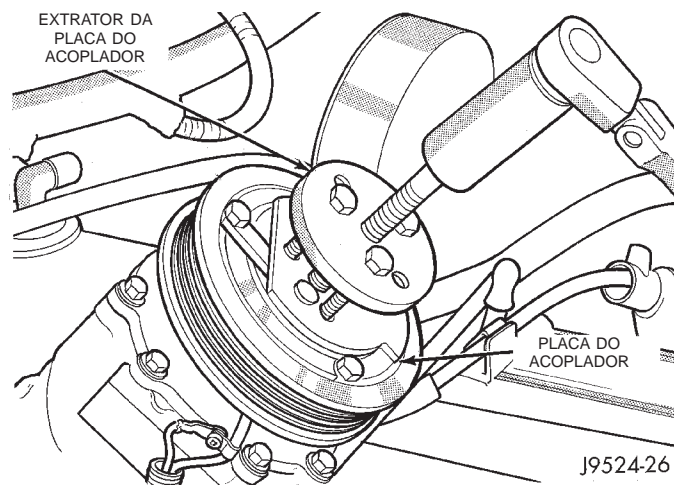

Fig. 22 Remoção da Placa do Acoplador
- (7) Retire a placa do acoplador com um extrator (Ferramenta Especial C-6461) (Fig. 22).